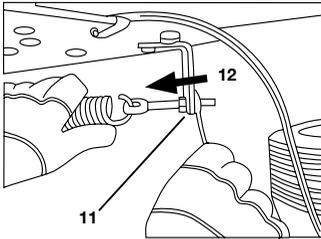

Bild 7
Sollte sich das Auswurfsieb zu oft bzw. zu leicht öffnen, können Sie die Federvorspannung mittels Ösenschraube (11) einstellen. Dazu müssen die Sechskanmuttern (SW 13) auf der Ösenschraube (11) in Richtung Feder (12) verstellt werden (siehe „Bild 7“).